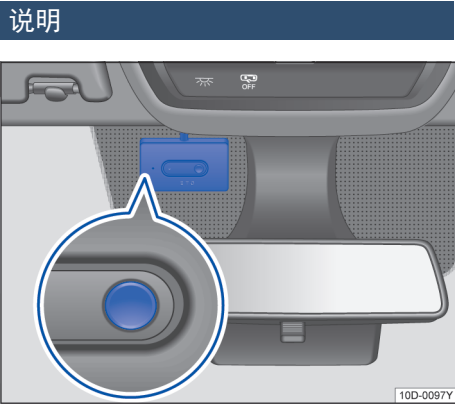

图 87 前风窗玻璃上：电子道路收费系统的车载单元
- 如果在激活过程中显示搜索或连接设备指令，那么请在几秒钟内按终端设备上的蓝牙按钮两次→图 87。在成功注册后，车载单元被服务提供商激活。如遇任何问题，请您拨打上海 ETC 客服热线 021-962319 进行咨询。